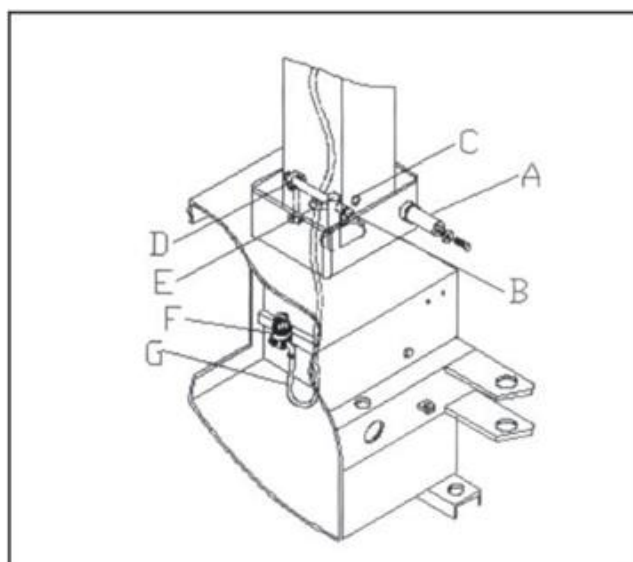

Fig. 4
2 : Élever le bras vertical puis insérer le tube flexible PU (G) dans le trou (Fig.4). (Ne pas plier le flexible)
3 : Prendre la partie A (comment indiqué sur la Fig.4), dévisser le ressort sur la partie A, insérer la partie A dans le trou qui passe à travers la partie centrale de la machine et la partie inférieure du bras horizontal, puis serrer le boulon.
4 : Prendre la partie B (comme indiqué sur la Fig.4), dévisser le ressort sur un côté de la partie B puis insérer la partie B dans le trou qui passe à travers les parties D, E, ensuite visser le ressort.